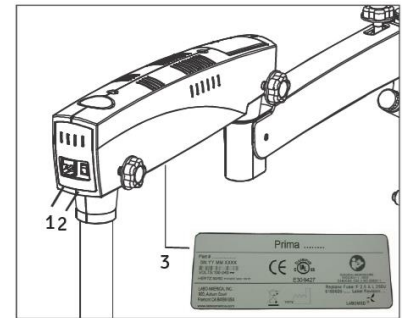

Figura 42
1. Conecte el cable de alimentación a la toma de entrada de CA (1) provista en la parte posterior del brazo giratorio como se muestra en la figura 42. Encienda la unidad mediante el interruptor de encendido/apagado (2).
PRECAUCIÓN: La fuente de alimentación está diseñada con una entrada universal de 100 V a 240 V CA, 50/60 Hz. Para enchufarla, siga las instrucciones de la etiqueta eléctrica que se encuentra en la parte inferior del brazo, como se muestra (3) en la figura 42.
Se encuentra en la parte posterior del brazo giratorio. Consulte la figura 42. En la posición "I", el microscopio está encendido y el ventilador de enfriamiento comienza a funcionar.